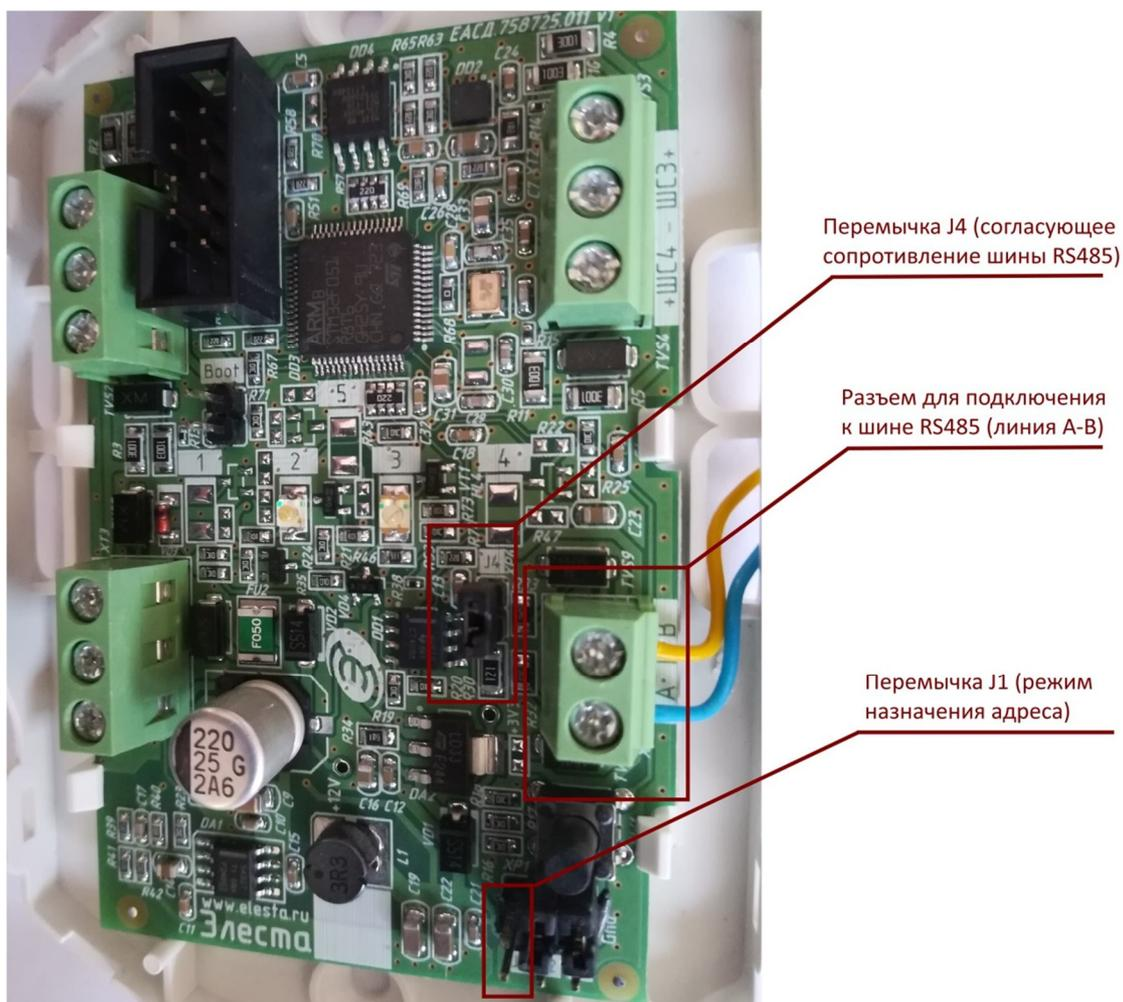

Рисунок 3. Подключение расширителя к линии RS485.
3.3 Перевести один расширитель в режим назначения адреса – замкнуть переключку J1 (рисунок 3). Индикаторы расширителя должны попеременно мигать, индицируя готовность к конфигурированию.